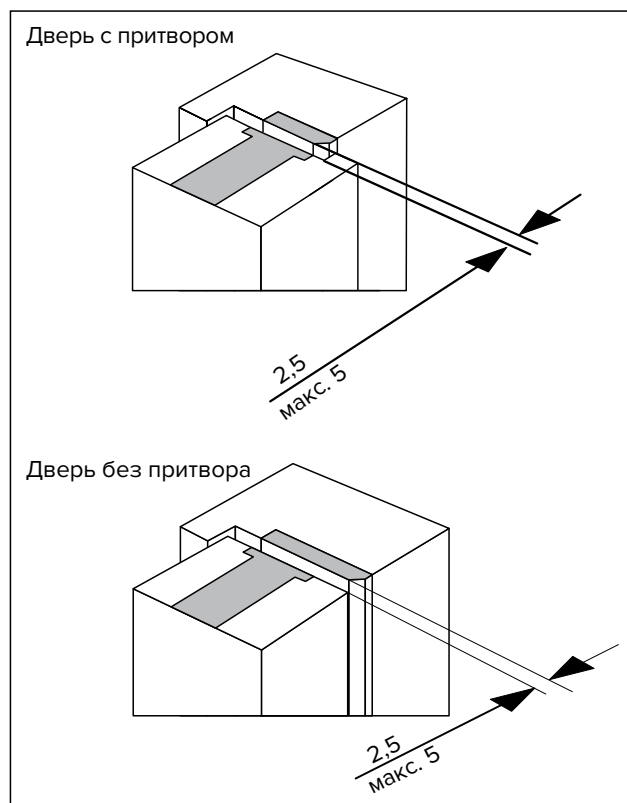

Рис. 32 Проверка зазора двери
1. Измерьте расстояние между лицевой планкой и ответной планкой (рис. 32). При необходимости отрегулируйте дверное полотно или дверную раму.